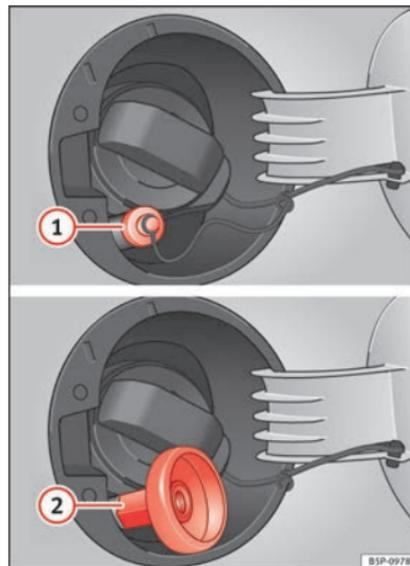

Fig. 140 Tapa del depósito abierta con boca de carga de GLP y adaptador.
- Destape la boca de carga de gas » » » **fig. 140** ①.
- Enrosque el adaptador correspondiente ② en la boca de carga de GLP.